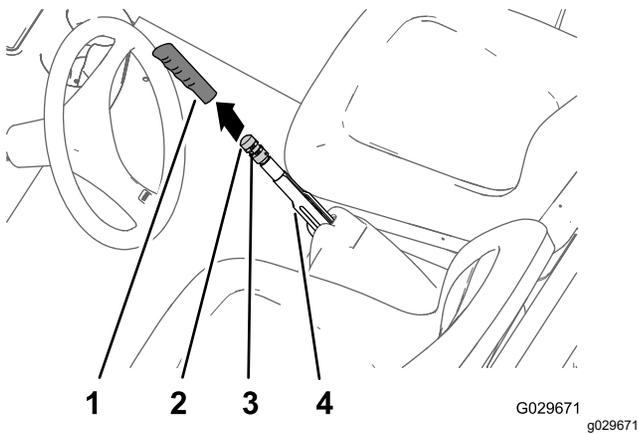

Figura 65
1. Retire a pega da alavanca do travão de estacionamento (Figura 65).
2. Desaperte o parafuso de afinação que fixa o manípulo de ajuste do travão à alavanca do travão de estacionamento (Figura 65).
3. Rode o manípulo de ajuste do travão até que 133 a 156 N seja alcançado para engatar a alavanca do travão de estacionamento (Figura 65).
4. Aperte o parafuso de afinação e instale a pega (Figura 65).
2. Desaperte o parafuso de afinação (Figura 65) que fixa o manípulo de ajuste do travão à alavanca do travão de estacionamento, desengate o travão de estacionamento e desaperte o manípulo de ajuste do travão.
5. Rode o manípulo de ajuste do travão (Figura 65) até que 133 a 156 N seja necessário para engatar a alavanca do travão de estacionamento.
- C. Rode o manípulo de ajuste do travão (Figura 65) até que 133 a 156 N seja necessário para engatar a alavanca do travão de estacionamento.
- Aperte o parafuso de afinação e instale a pega (Figura 65).